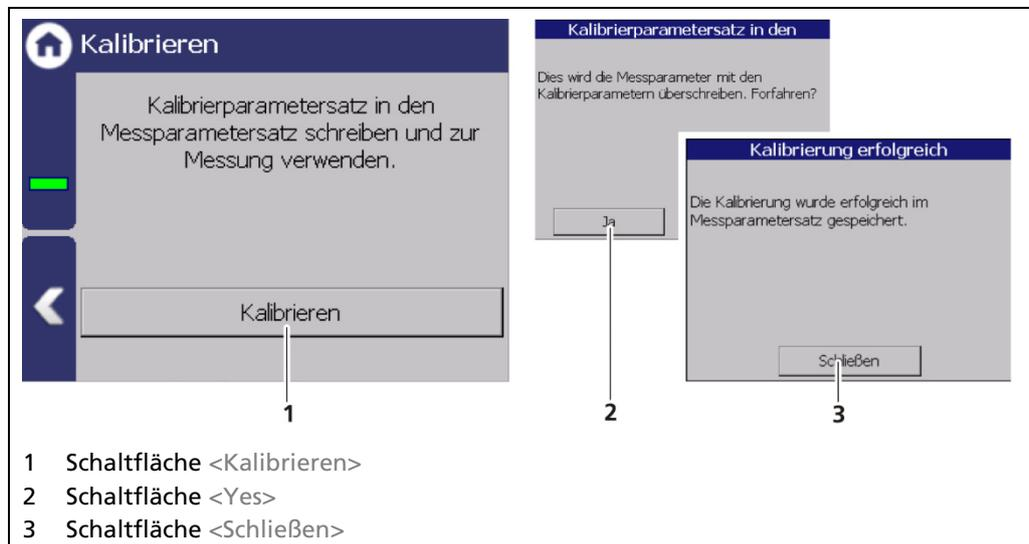

Abb. 84 Kalibrierung
1. Klicken Sie auf die Schaltfläche < Kalibrieren > (Abb. 84, Pos.1).
2. Klicken Sie auf die Schaltfläche < Ja > (Abb. 84, Pos.2), um den Kalibrierparametersatz für die Messung zu verwenden.
3. Klicken Sie auf die Schaltfläche < Schließen > (Abb. 84, Pos.3).